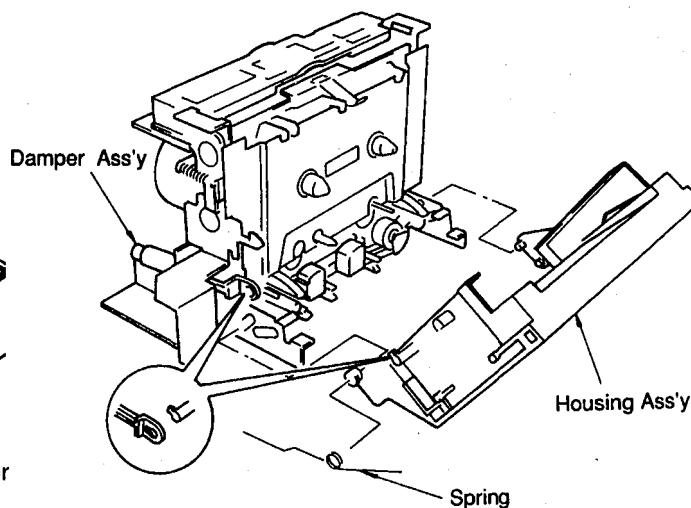

Fig. 4
a. Detach the Spring in Fig. 4.